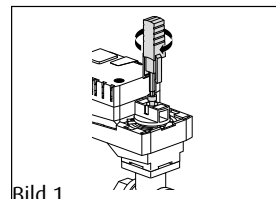

Bild 1
1. Zentrale Schraube mit aufsteckbarer Stellungsanzeige als Montagewerkzeug lösen und Drehantrieb und -welle abnehmen (Bild 1).